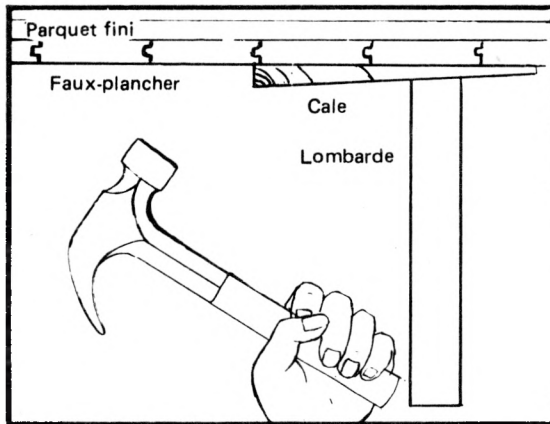

FIG. 10-5 RÉPARATION D'UN PLANCHER QUI CRIE À L'AIDE D'UNE CALE
e. Cales de bois: (Voir à la Fig. 10-5)
(1) Cales un morceau de bois mince entre le faux plancher et la lombarde qui crie.
(2) Assurez-vous que la cale ne soulève pas le plancher.